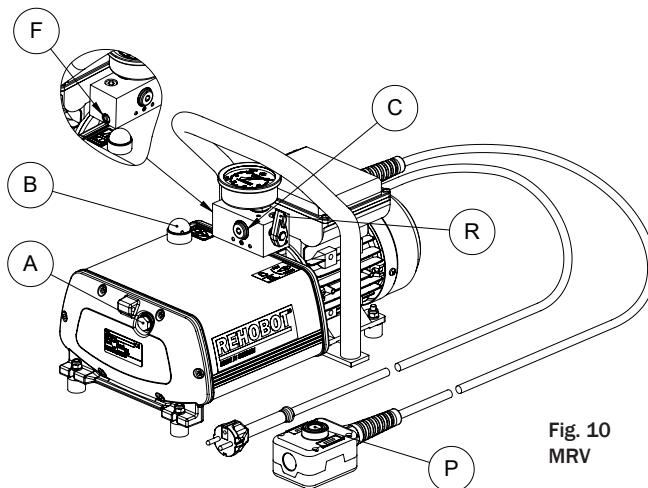

Fig. 10
- Desenrosque el tapón de llenado de aceite (Fig. 10, pos. B).
- Llene el depósito de aceite a través del orificio de llenado hasta que el aceite alcance el centro del tapón de vidrio de nivel (fig. 10 pos. A).
El ajuste de la presión máxima se realiza girando el tornillo de ajuste (fig. 10 y fig. 11 pos. F)